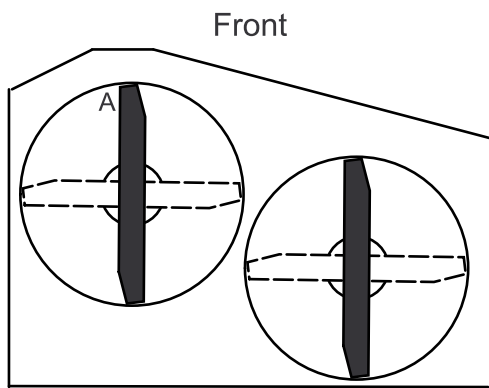

Figura 61
- Con la máquina ubicada en una superficie nivelada, coloque una cuchilla en posición longitudinal. Mida en la posición **A** desde una superficie nivelada hasta el filo de corte de los extremos de la cuchilla (Figura 61).